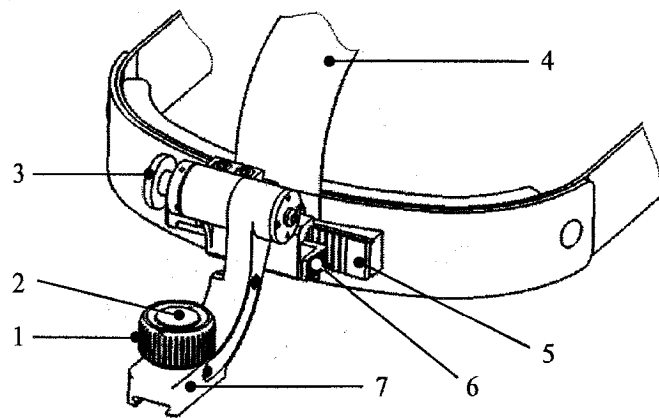

Рис. 5. 1 — фиксатор; 2 — кнопка; 3 — кнопка; 4 — ремешок; 5 — направляющая; 6 — кнопка; 7 — кронштейн
Шлем с подвеской предназначен для крепления монокуляра на голове оператора. Общий вид шлема с подвеской представлен на рис. 5.
— удерживая нажатой кнопку 6 (рис. 5), установить кронштейн 7 на направляющей 5 в правое или левое положение;
5.1.10 Окончательную регулировку положения монокуляра относительно глаза провести ночью или в темном помещении с открытым объективом: включить монокуляр и, регулируя длину ремешка 4 (рис. 5) шлема и перемещая кронштейн 7 с монокуляром по направляющей 5, добиться видения полного, без срезания краев, поля зрения.
5.1.14 Ослабить фиксатор 1 (рис. 5), затем, удерживая нажатой кнопку 2, снять монокуляр с подвески.